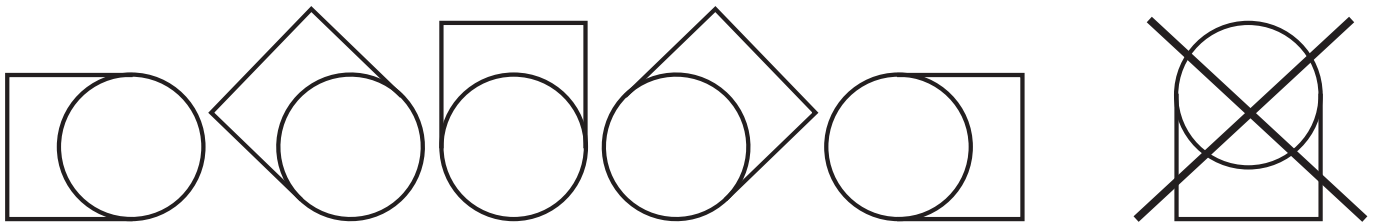

Abb. 3
- Das Heizregister kann in einem waagerechten oder senkrechten Kanal angebracht werden. Der Schaltkasten kann beliebig nach oben oder bis zu 90° seitlich montiert werden. Eine Montage mit dem Schaltkasten nach unten ist NICHT zulässig (siehe unten Abb. 3).